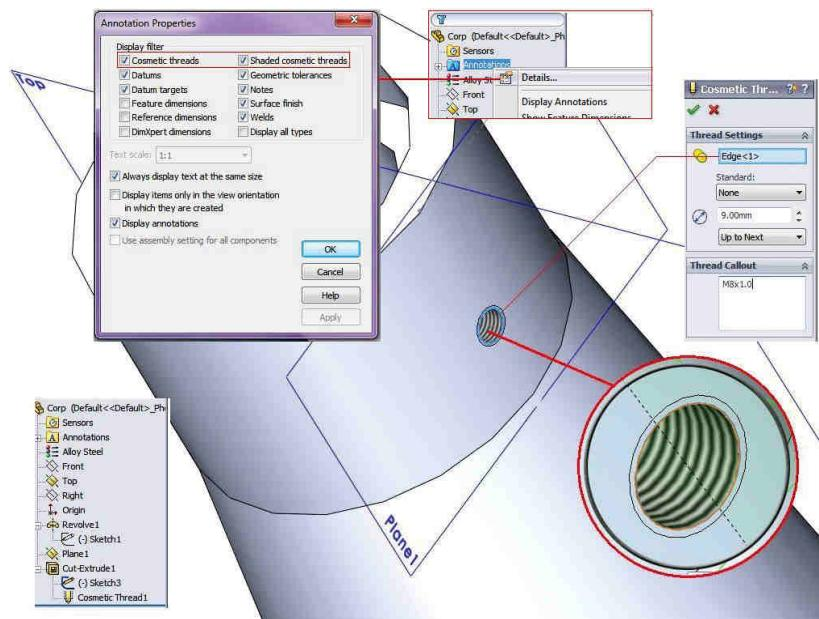

Fig. 1.8
- Selectie muchie circulară de diametru  $\phi 8$  la care se va ataşa filetul; identificatorul acesta va fi depus în câmpul **Circular Edges**, fig. 1.8.
- In the **Circular Edges** field, the edge ID is completed in the **Circular Edges** field, fig. 1.8.
- Select the circular edge with a  $\phi 8$  diameter where the thread will be attached; the edge ID is completed in the **Circular Edges** field, fig. 1.8.
Pentru vizualizarea diametrului și a texturii filetului trebuie activate opțiunile **Cosmetic Threads** și **Shaded cosmetic threads** în fereastra **Annotation Properties**, generată prin opțiunea **Details** preluată din meniu contextual activat prin buton dreapta mouse pe ramura **Annotations** din arborele piesei, fig. 1.8. Din același meniu trebuie activată și opțiunea **Display Annotation**.
To view the thread diameter and his surface representation, **Cosmetic Threads** and **Shaded cosmetic threads** options must be activated in the **Annotation Properties** window, generated through **Details** option, taken from **Annotations** branch contextual menu, fig. 1.8. From the same meniu, the **Display Annotation** option must be activated.